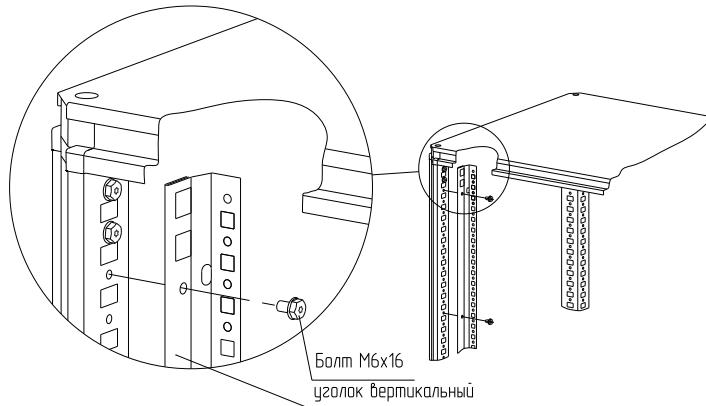

Рисунок 19
4.9.2 Закрепите уголок вертикальный на стойке 1 профиля в дверном проёме семью болтами M6x16 (рисунок 19). Момент затяжки – 7 Н·м. Болты приобретаются отдельно.